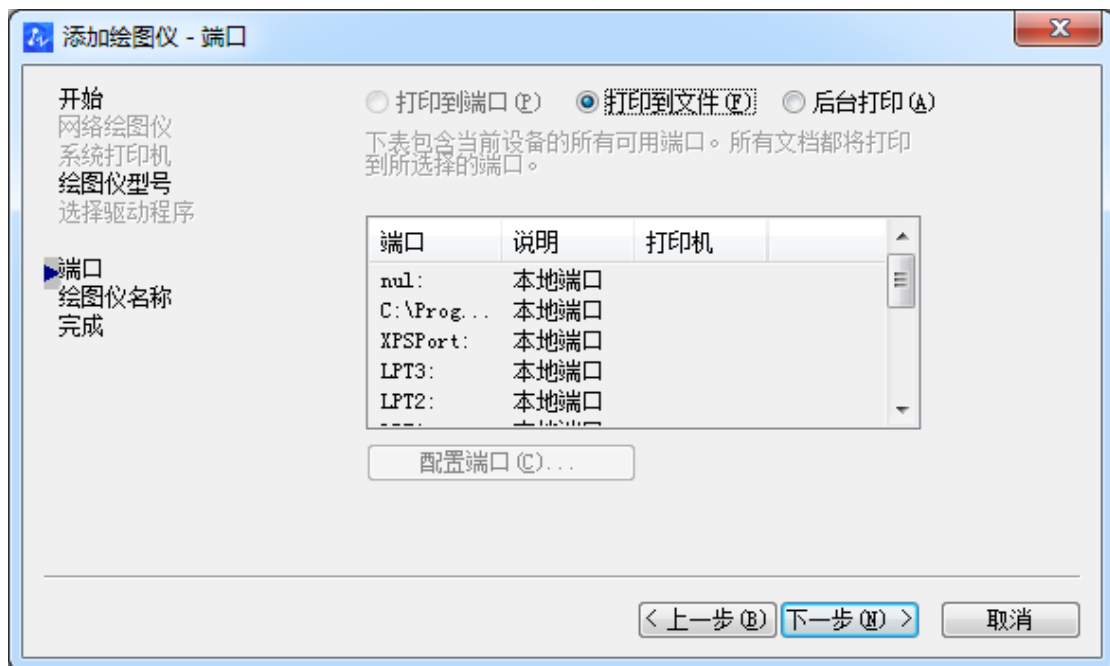

图 10-20 “添加绘图仪-完成”对话框
5) 在“添加绘图仪-端口”和“添加绘图仪-绘图仪名称”对话框中, 可按照默认选项配置。配置完成后, 进入“添加绘图仪-完成”对话框, 如图 10-20 示, 单击【完成】按钮, 退出添加绘图仪向导, 完成 JPEG 文件打印驱动程序的配置。